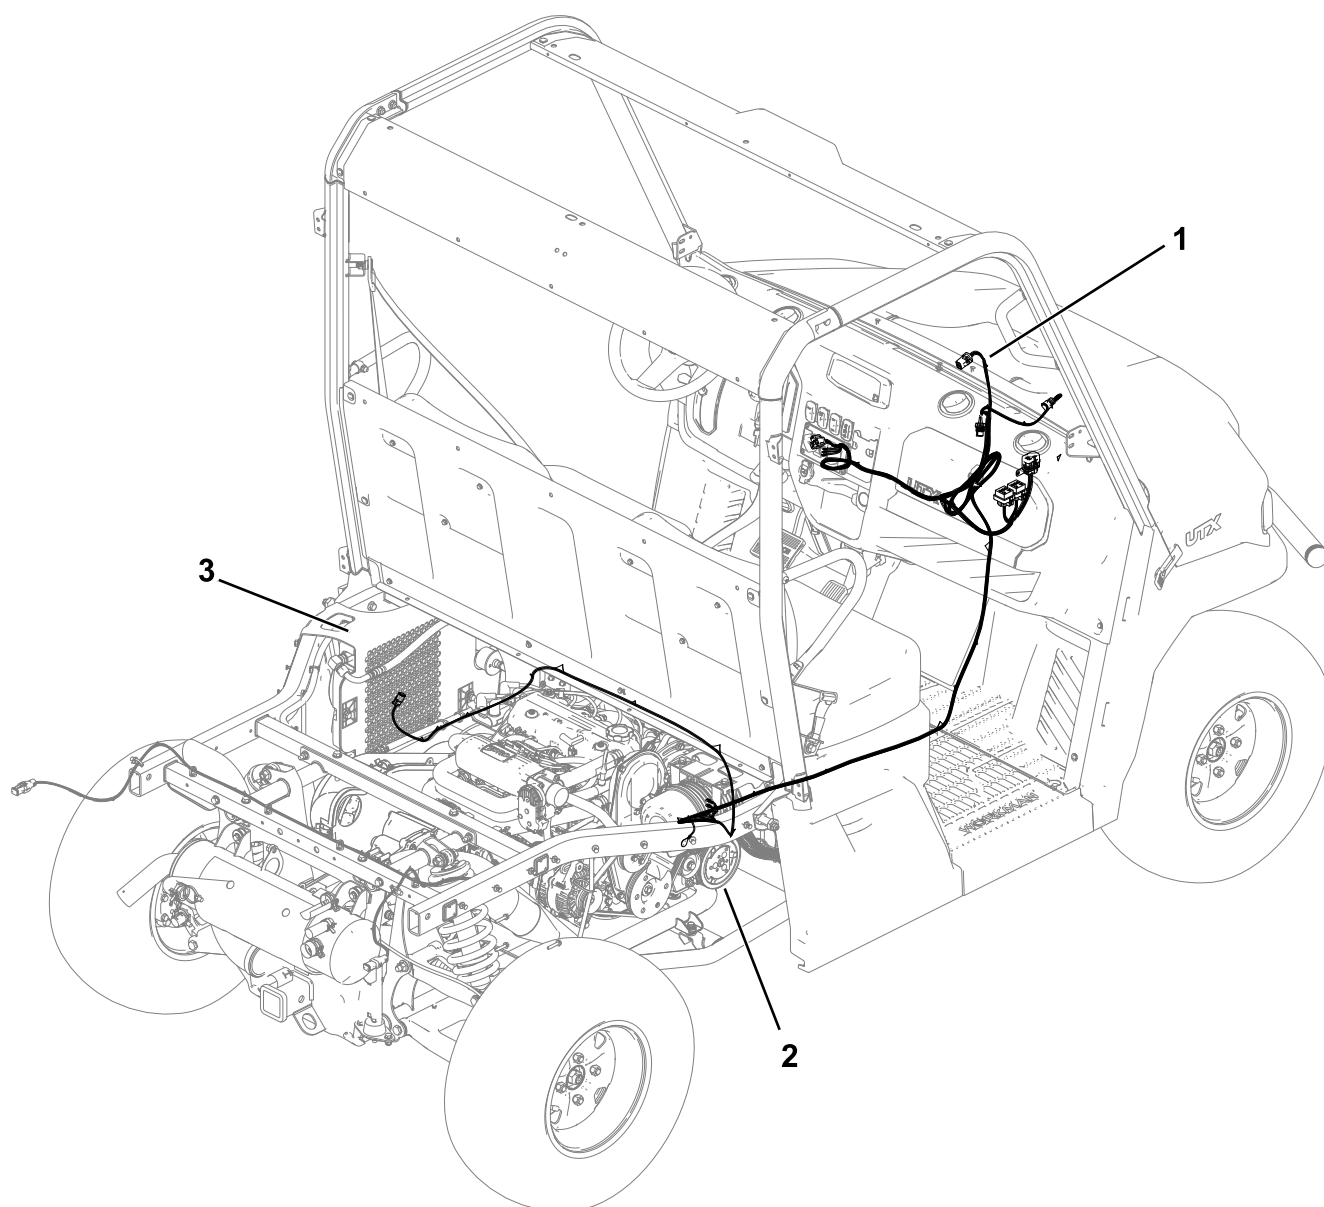

Figura 13
17. Encaminhe a cablagem pelo canal direito da estrutura. Mantenha a cablagem no interior do canal (Figura 13).